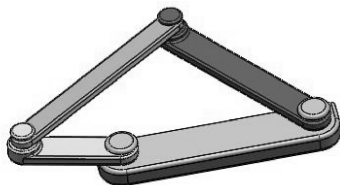

图 8-56 四连杆机构
- 01 打开本例素材文件【四连杆.SLDASM】, 如图 8-56 所示。